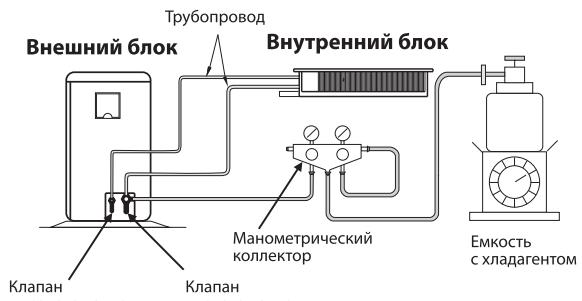

Рисунок 36 - Схема дополнительной заправки хладагентом
- Внешний блок кондиционера заправлен количеством хладагента, достаточным для трассы длиной до 5 м. Если длина трассы превышает 5 м, необходима дополнительная заправка хладагентом (см. рисунок 36).